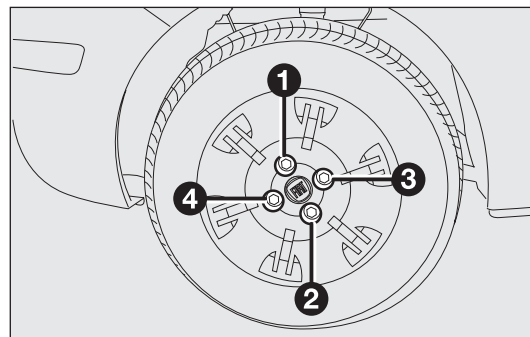

fig. 130
- stringere a fondo i bulloni, passando alternativamente da un bullone a quello diametralmente opposto, secondo l'ordine illustrato in fig. 130.